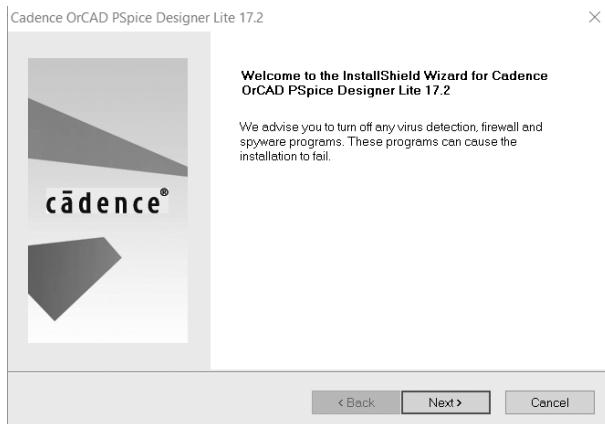

Bild 0.1 Installationsstart
- I. Entpacken Sie *OrCAD_PSpice_Designer_Lite_17.2-2016-S038.zip* in ein frei gewähltes Installationsverzeichnis und starten Sie setup.exe mit der Option *Als Administrator ausführen*. Wenn Windows meldet *Wollen Sie zulassen, dass durch diese App Änderungen...* bestätigen Sie dies mit *Ja*. Der Installer startet (Bild 0.1) und mit *Next>* werden Sie zum License Agreement geführt, das Sie mit *I accept...* bestätigen.